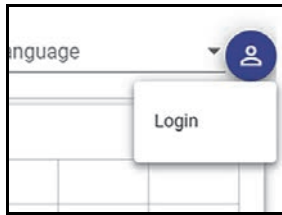

Abbildung 5-2 Anmelde-symbol für Manager-Zugriff
1. Wählen Sie das Anmelde-symbol in der Ecke oben rechts im Fenster aus (Abbildung 5-2 auf Seite 74).